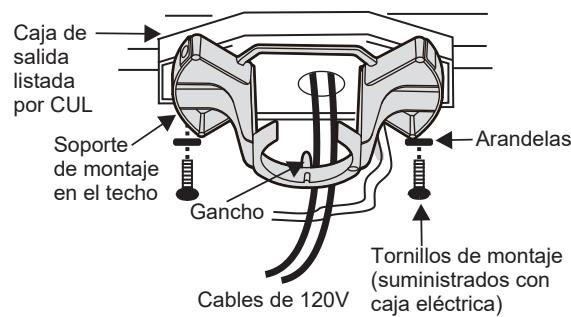

Fig. 6
**Paso 4.** Pase los cables de suministro de 120 voltios desde la caja de salida del techo a través del centro del soporte de montaje en el techo. (**Fig. 6**)
**Paso 5.** Fije el soporte de montaje en el techo a la caja de salida con los tornillos y arandelas incluidos con la caja de salida. (**Fig. 6**)